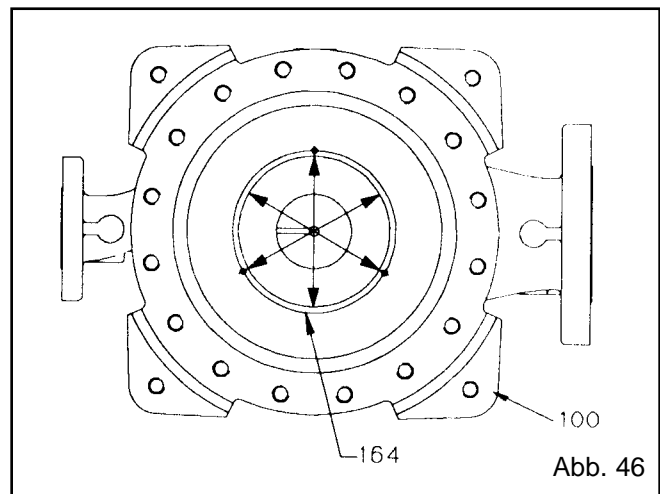

Abb. 46
- Rundlauf/Verzerrung des Gehäuseverschleißrings (164) durch Messung der Bohrung an jeder Stellschraube überprüfen. Dazu Mikrometer oder Meßschieber verwenden (Abb. 46).